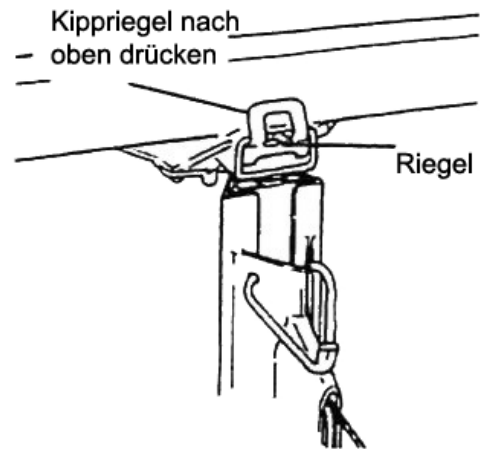

Bild 6
6. Befestigen Sie die Halterung am Rahmen (Bild 6):